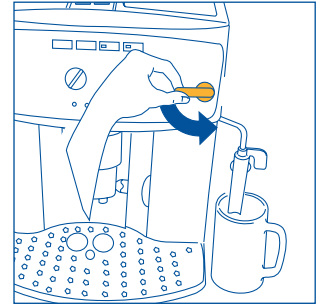
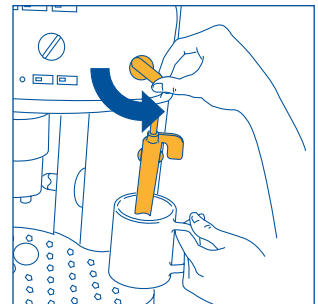
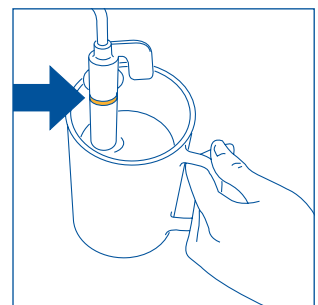

Abb.5
Abb.23
Abb.24
3. **SOFORT DANACH, INNERHALB VON 30 SEKUNDEN**, den Dampfdruckknopf nach links bis zum Anschlag drehen (Abb. 5) (es ist vollkommen normal, wenn hierbei die Maschine laut wird).
- Den Dampfdruckknopf um eine halbe Umdrehung nach links bis zum Anschlag drehen (Abb. 5): Das heiße Wasser tritt aus dem Milchaufschäumer heraus und läuft in den darunter stehenden Behälter.
- **Sofort danach, und zwar innerhalb von maximal zwei Minuten** (andernfalls kehrt die Maschine wieder automatisch zur Funktion „Kaffee“ zurück), den Milchaufschäumer in das Gefäß mit der Milch eintauchen (Abb. 23), wobei darauf zu achten ist, dass die auf dem Milchaufschäumer eingeprägte Linie nicht eingetaucht wird (angezeigt durch den Pfeil in Abb. 24). Dann den Dampfdruckknopf um eine halbe Umdrehung nach links bis zum Anschlag drehen (Abb. 5). (Passen Sie auf, dass Sie sich nicht verbrühen). Aus dem Milchaufschäumer entweicht der Dampf, der die Milch aufschäumt und ihr eine cremige Konsistenz verleiht. Um einen cremigeren Milchschaum zu erhalten, den Milchaufschäumer in die Milch eintauchen, und das Gefäß langsam von unten nach oben bewegen. (Es wird empfohlen, nicht länger als 2 Minuten Dampf zu beziehen).
- Einige Sekunden lang etwas Wasser oder Dampf austreten lassen, indem Sie den Dampfdruckknopf bis zum Anschlag nach links drehen (Abb. 5). Dadurch lässt das Dampfrohr eventuelle Milchrückstände, die sich im Innern abgesetzt haben, ab. **WICHTIG:** Aus hygienischen Gründen wird empfohlen, diesen Vorgang stets durchzuführen, um zu vermeiden, dass sich Milch im Innern des Milchaufschäumers absetzt.